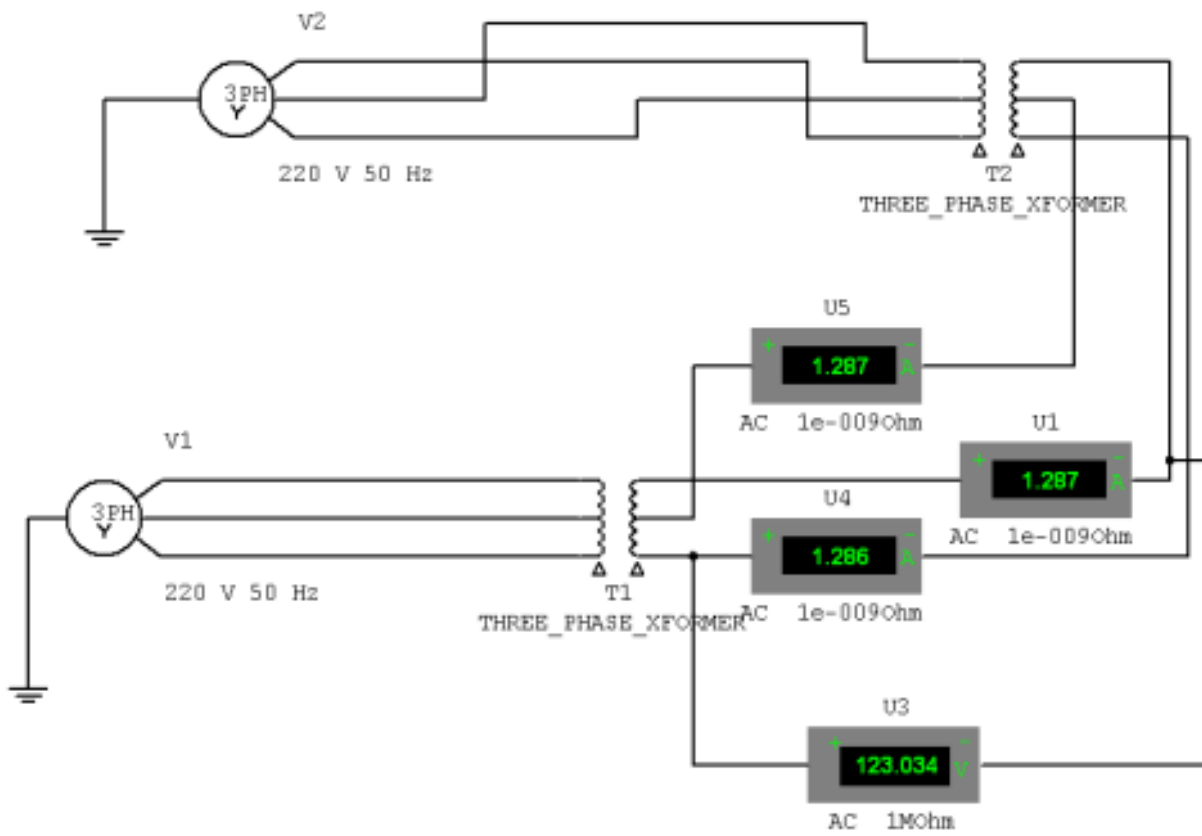

Рис. 2
3. Дослідження паралельної роботи трансформатора за різних груп з'єднань. Для моделювання трансформаторів із різними групами з'єднань на вході одного з трансформаторів змінюємо порядок фаз, рис.2. Включаємо стенд та результати заносимо до таблиці 2.